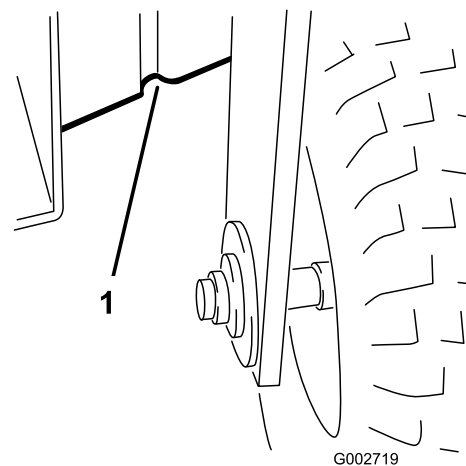

Figura 19
- Delante – debajo del bastidor, detrás de la rueda delantera (Figura 19).